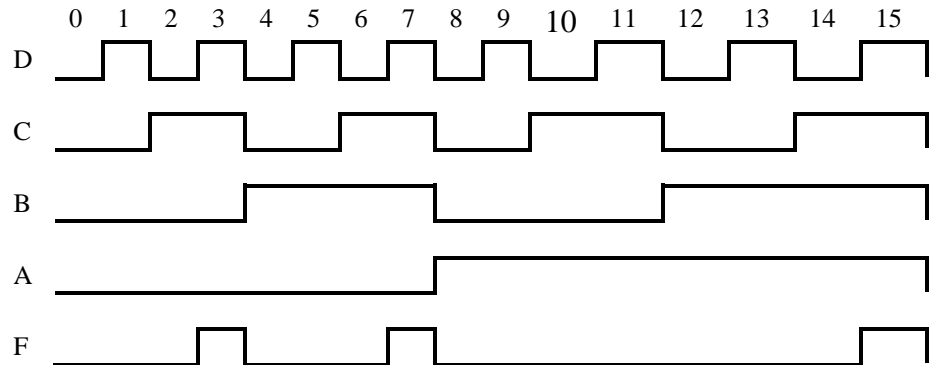

Рис.1 – Таблица истинности и временные диаграммы работы устройства.
1. Определим количество разрядов для преобразования 8 разрядного кода в двоично-десятичный. В десятичном эквиваленте максимальное число в  $n$ -разрядном двоичном коде:  $2^n - 1 = 2^8 - 1 = 255$ . Таким образом, понадобится два разряда для отображения сотен двоично-десятичного кода (пусть это будут разряды порта P3: P3.1, P3.0), две тетрады порта P2 для отображения десятков (P2.7...P2.4) и единиц (P2.3...P2.0). Кнопку «СТАРТ» подключим к выводу микроконтроллера P3.7. На Рис.1 показана функциональная схема устройства на МК51 для реализации задания.